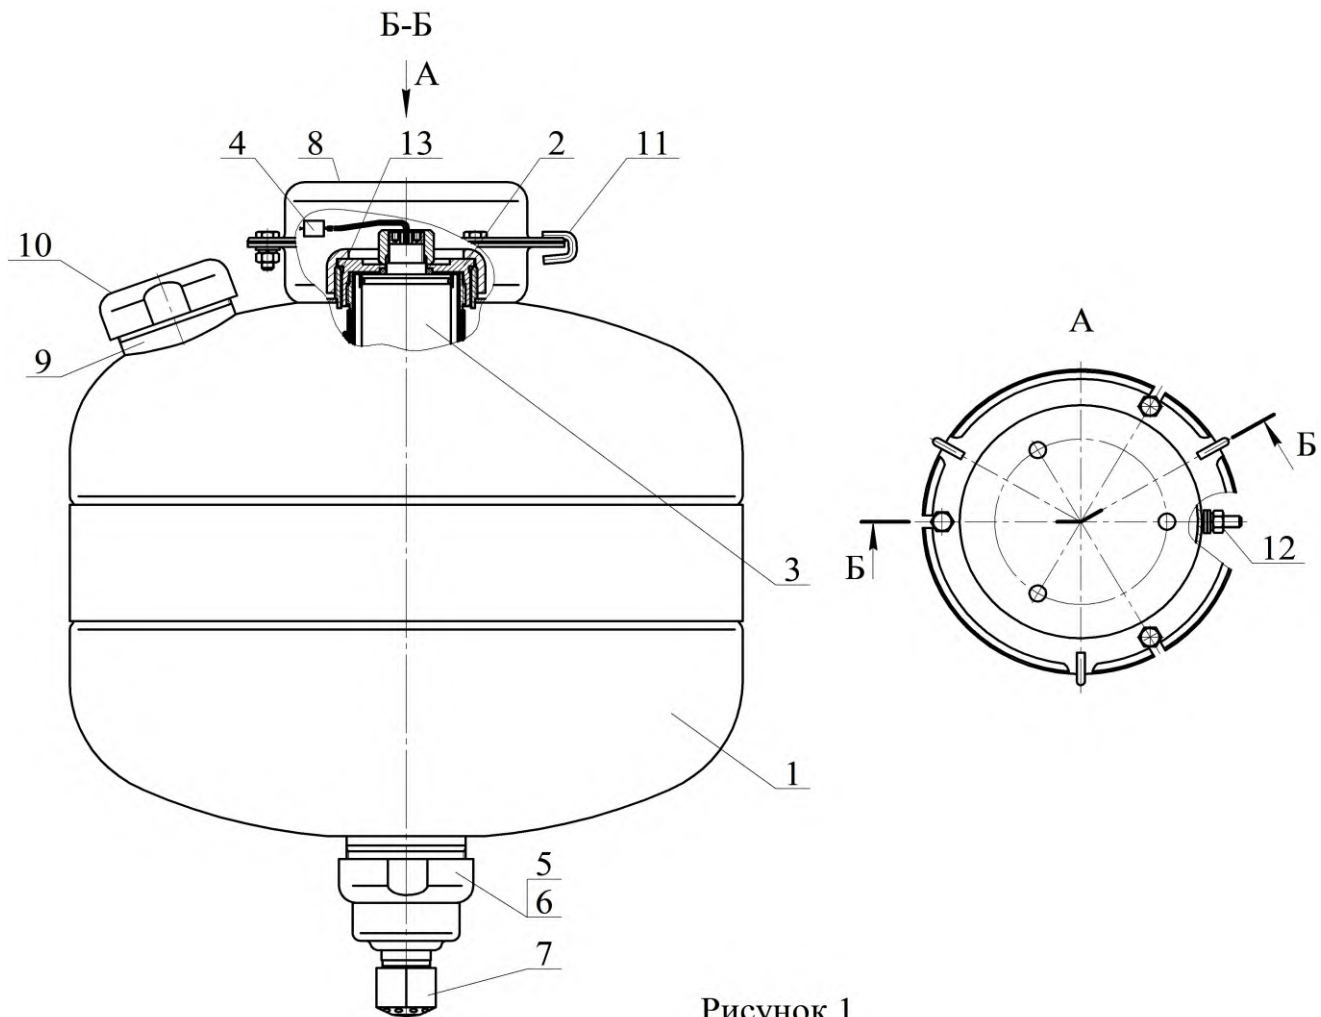

Рисунок 1
4.1.1 МУПТВ (см. рисунок 1) состоит из корпуса **1**, заправленного ОТВ, в котором размещено газогенерирующее устройство **2**. В герметичный корпус газогенерирующего устройства установлен ИХГ **3** с элементом электропусковым **4**. Нижняя горловина корпуса перекрыта срезной мембраной **5**, которая поджата гайкой **6**. С гайкой **6** через фильтрующий элемент соединен насадок-распылитель **7**. В верхней части корпуса расположены кронштейн **8** для крепления к потолочному перекрытию, горловина **9** для заливки ОТВ и предохранительный клапан **10**. Для фиксации МУПТВ при монтаже на кронштейне **8** закреплены три скобы **11**. МУПТВ имеет заземляющий зажим **12**.
4.2.1 После подачи электрического импульса на выводы элемента электропускового **4** (см. рисунок 1) ИХГ **3** генерирует газ, который создает давление внутри корпуса МУПТВ для вскрытия мембраны **5** и выпуска через насадок-распылитель **7** в зону горения тонкораспыленной струи ОТВ.
6.3 Закрепить кронштейн **8** (см. рисунок 1) на потолке. Координаты отверстий в кронштейне приведены на рисунке 3.
6.5.1 Подготовка ОТВ для МУПТВ-18,5-ГЗ-ВД ( $t^{\circ}\text{C} = +5_{\text{п}}$ ): залить в отверстие верхней горловины **9** (см. рисунок 1) воду (питьевую либо дистиллированную) (температура воды должна быть плюс  $(15...25)^{\circ}\text{C}$ ) объемом  $16,2^{+0,05}$  дм3. Открыть упаковку с жидкими добавками к воде и залить их в отверстие верхней горловины **9**.
6.5.2.3 Полученный раствор ОТВ залить в отверстие верхней горловины **9** (см. рисунок 1). Для окончательного приготовления ОТВ открыть упаковку с жидкой добавкой к воде и залить ее в отверстие верхней горловины **9**. Установить в отверстие горловины предохранительный клапан **10**. Сверху закрутить гайку. Момент затяжки гайки  $110^{+20}$  Н×м.
6.6. На выпускную горловину гайки **6** (см. рисунок 1) накрутить до упора насадок-распылитель **7**.
7.3 Комплект поставки для перезарядки МУПТВ (см. рисунок 1):